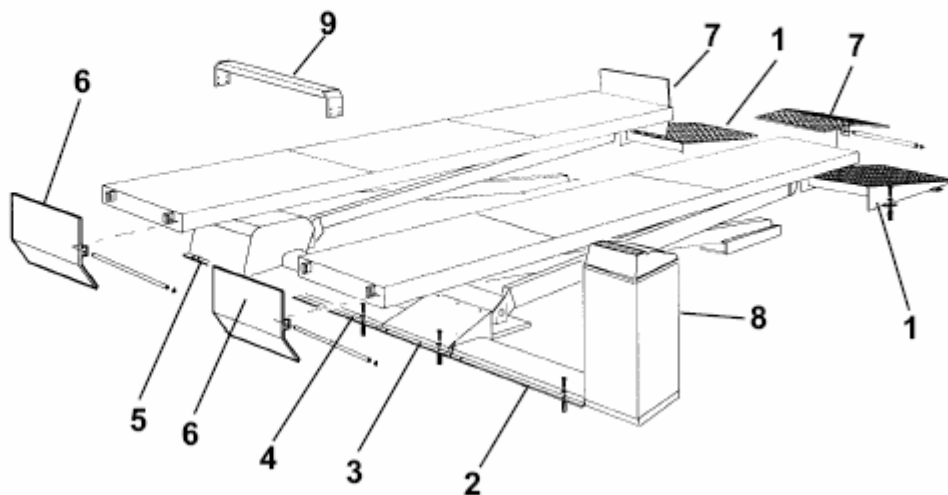

Рис. 34
К Рис. 34. Установите въездные рамы (1) и, используя отверстия в скобах в качестве шаблона, просверлите 12-мм отверстие на глубину 80 мм. Вставьте соответствующие болты и крепко затяните их.
**К Рис. 34** – Установка противооткатных устройств (7-6).